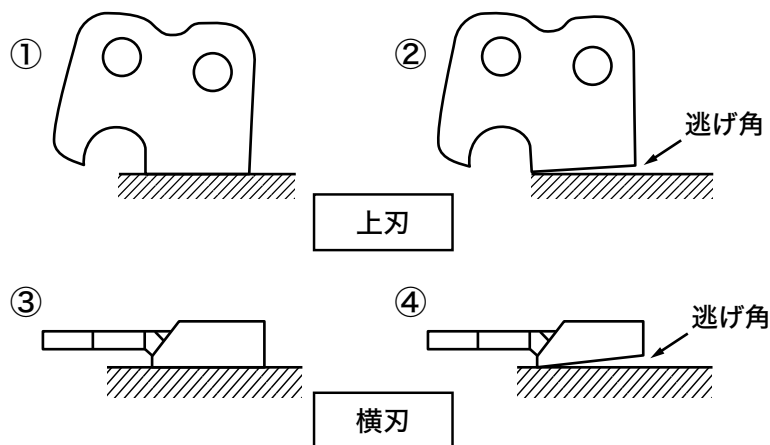

図5
ソーチェーンで木を切るためには刃先だけが木に当たれば良いのですが、ソーチェーンは木を切り込んで切削するため、図5の①（上刃）、③（横刃）のようにソーチェーンの刃全体が木に当たってしまいます。ソーチェーンの刃全体が木に当たると、摩擦による抵抗が発生するため様々な問題が生じることとなります。このため図5の②（上刃）及び④（横刃）のように、上刃及び横刃それぞれに5度の傾斜角を設けることにより、刃先だけが木に当たるようにして抵抗を下げる工夫をしています。この角度を逃げ角といいます。